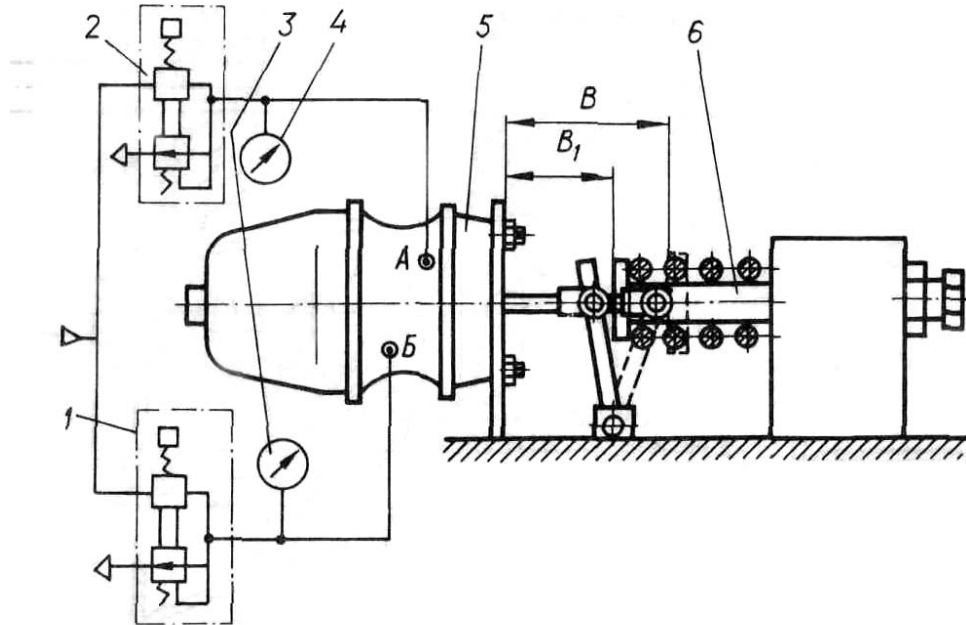

Рис.74. Схема стенда для испытания тормозной камеры с пружинным энергоаккумулятором:
**Испытание камеры с пружинным энергоаккумулятором.** После сборки камеру необходимо проверить на стенде, схема которого показана на рис.74.
Открыть кран 1 и заполнить воздухом под давлением 0,65 - 0,80 МПа (6,5 - 8,0 кгс/см2) пружинный энергоаккумулятор (подвод Б); толкатель 31 (см. рис.72) должен зафиксироваться на штоке 11. С помощью крана 1 (см. рис.74) выпустить воздух через подвод Б; шток камеры должен выдвинуться на длину хода.
Проверить давление блокировки БРУ: открыть кран 1 (см. рис.74) и заполнить воздухом под давлением 0,65 МПа (6,5 кгс/см2) пружинный энергоаккумулятор (подвод Б). С помощью крана 1 выпустить воздух; шток камеры должен выдвинуться до упора.